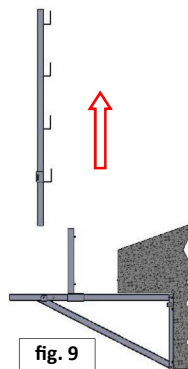
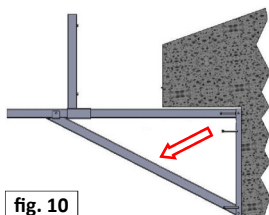

fig. 9
fig. 10
- Le tavole del corrimano, degli intermedi e del fermapiEDE devono essere opportunamente giuntate negli angoli, per rendere continuo il sistema di protezione mediante appositi giunti d'angolo (fig. 10)
Per lo smontaggio, utilizzando una piattaforma di lavoro in sicurezza o attrezzatura idonea certificata, dopo avere smontato le tavole di protezione (corrimano, intermedi, fermapiede) e le tavole del piano di calpestio, sfilare l'asta verticale (fig.9), allentare e togliere i tasselli per rimuovere la base triangolare del parapetto (fig. 10).